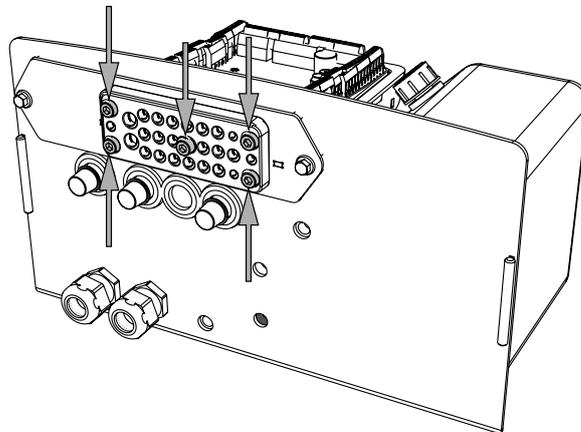

Abbildung 58. Die fünf Schrauben der Kabeldurchführung
1. Die fünf Schrauben der Kabeldurchführung lösen, siehe Abbildung 58. Danach können die Kabel in der Kabeldurchführung angebracht bzw. aus ihr herausgenommen oder justiert werden. Kabel sind zusammen mit der vorhandenen Verkabelung mit Kabelbindern zu montieren.
1. Wenn sich alle Kabel am richtigen Platz in der Kabeldurchführung befinden, sind die fünf Schrauben wieder anzuziehen, siehe Abbildung 58.